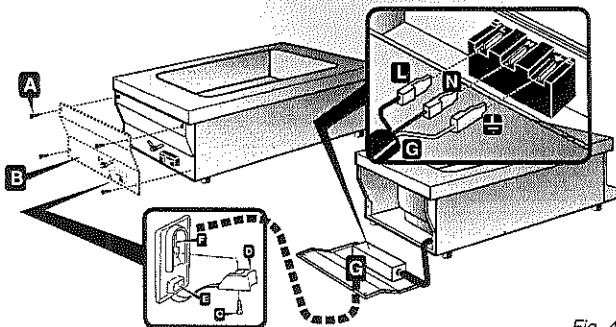

Fig. 4
### 2.4.1 Istruzioni di allacciamento (fig. 4)
- effettuare il collegamento alla morsettiera come indicato in fig. 4 facendo attenzione che l'inserimento dei faston corrisponda alla fase (L), neutro (N), terra (⊕) serigrafati sulla morsettiera stessa;